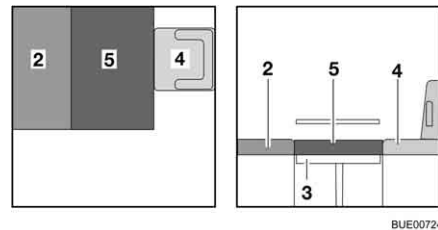

Fig. 122 Après la transformation
- Placer le coussin supplémentaire (Fig. 122,5) sur la table.
- Le cas échéant, repousser le siège conducteur (Fig. 122,4).